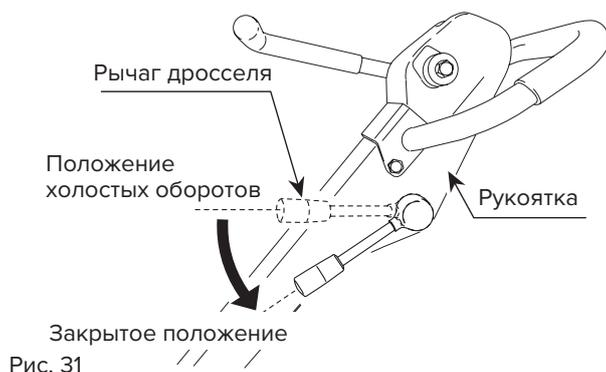

Рис. 31
2. Для остановки двигателя закройте дроссельную у. Когда двигатель глохнет, срабатывает зуммер (рис. 31).